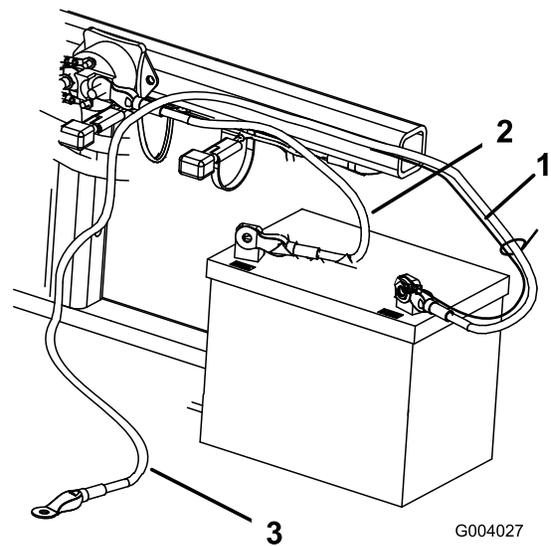

Figure 5
3. Fixez le petit câble noir et le câble négatif (noir) à la borne négative (-) de la batterie avec un boulon (1/4 x 1/8 po) et un contre-écrou (5/4 po) (Figure 5).
2. Fixez le câble positif (rouge) à la borne positive (+) avec un boulon (1/4 x 5/8 po) et un contre-écrou (Figure 5).